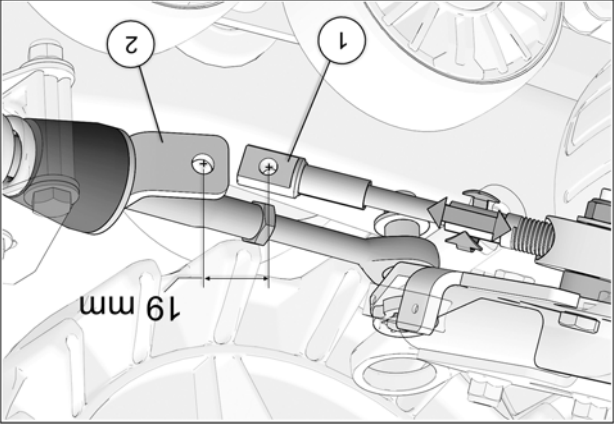

Fig. 26
14. Tourner le volant du véhicule au maximum de la course du côté gauche. En maintenant une pression au volant, ajuster le câble (en vissant ou dévissant pour ajuster la longueur). Voir la Fig. 26
15. Obtenir une distance de 19 mm [$\frac{3}{4}$ po.] du centre de l'extrémité du câble (1) au centre de l'extrémité du support de fixation (2). Voir la Fig. 26